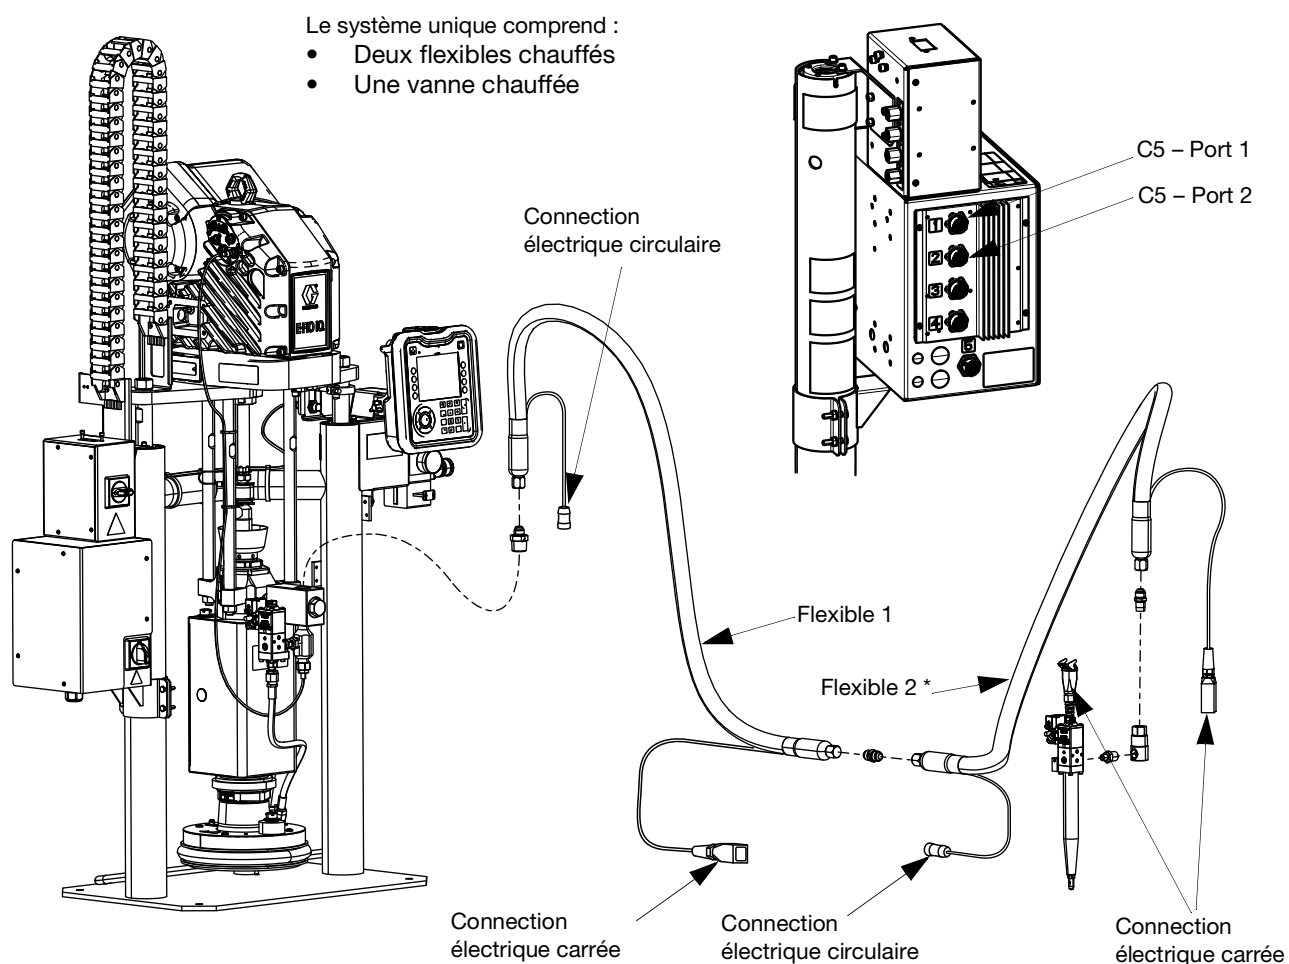

FIG. 32
- Vanne chauffée – Connexions électriques carrées du flexible 2 à la vanne de distribution axiale iQ (B). Voir la FIG. 32.